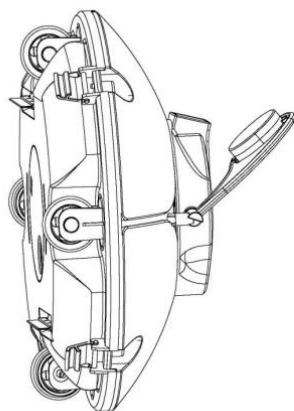

Fig. 1
- ① Halten Sie den Reiniger und tauchen Sie ihn senkrecht ein (fig. 1).